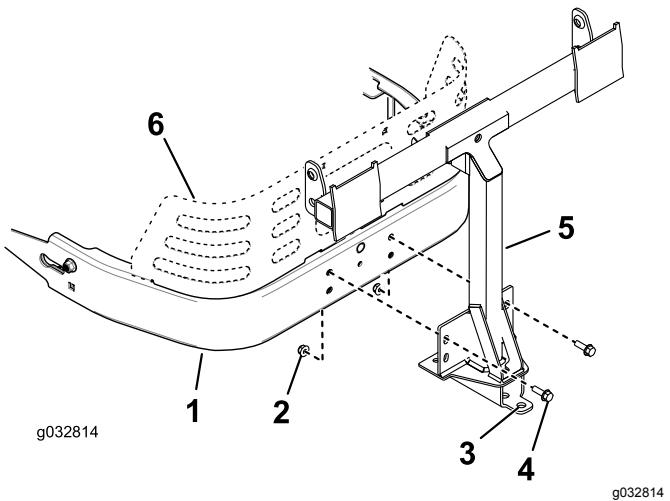

Bild 15
- Befestigen Sie den Drehrahmen an der Maschine, wie in Bild 15 abgebildet. Befestigen Sie den Drehrahmen mit zwei Schrauben (5/16" x 1") und zwei Sicherungsmuttern (5/16") am Maschinenrahmen.